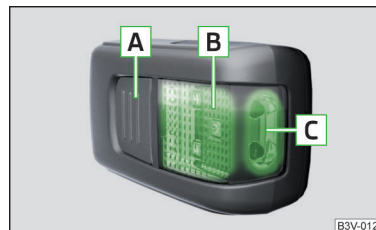

Fig. 109
Description de la lampe » fig. 109
- > Pour **allumer**, appuyez sur la touche **A** » fig. 109. La désactivation de l'airbag est indiquée par le voyant .
Si vous n'éteignez pas la lampe et que celle-ci est correctement insérée dans son support, les diodes LED dans la partie avant **C** » fig. 109 de la lampe s'éteignent automatiquement.